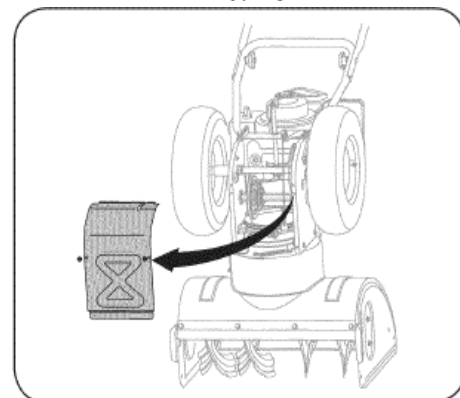

Рис. 29
5. Снимите рамный защитный крышку с нижней части снегоочистителя, вывинтив четыре фиксирующих её самореза (См. Рис. 29).